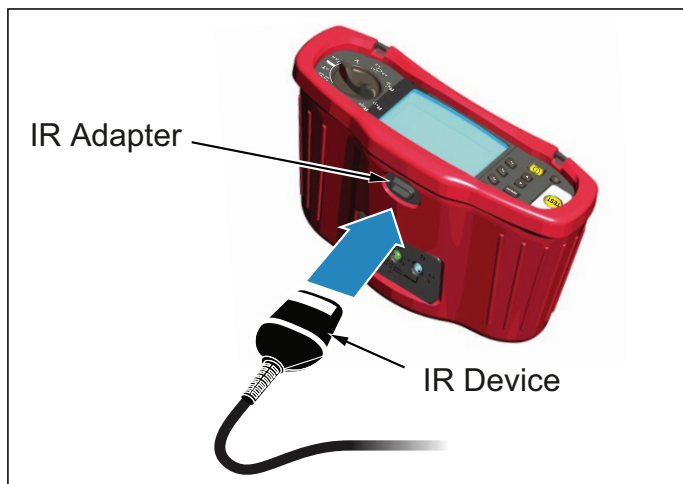

Figura 23. Collegamento dell'adattatore IR
2. Collegare l'adattatore IR ed il dispositivo al tester come mostrato nella Figura 23.